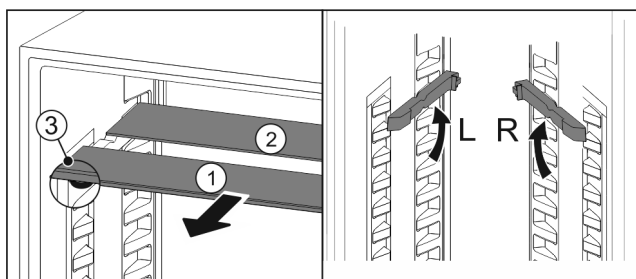

Fig. 58
- ▶ Sortir les tablettes par l'avant Fig. 58 (1).
- ▷ La tablette en verre Fig. 58 (1) avec bordure décorative est située à l'avant.
- ▷ Les butées Fig. 58 (3) sont orientées vers le bas.